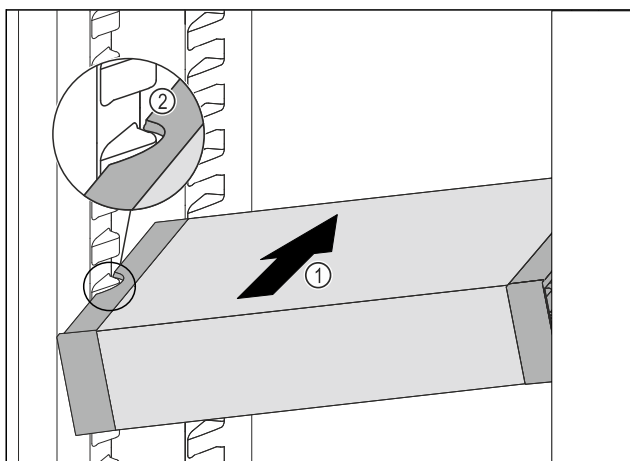

Fig. 142
- A VarioSafe fiókot ferdén tolja be a hűtőréssbe Fig. 142 (1) annyira, hogy a VarioSafe oldalsó kivágásai Fig. 142 (2) a hűtőréssben a tartóborda magasságában legyenek.